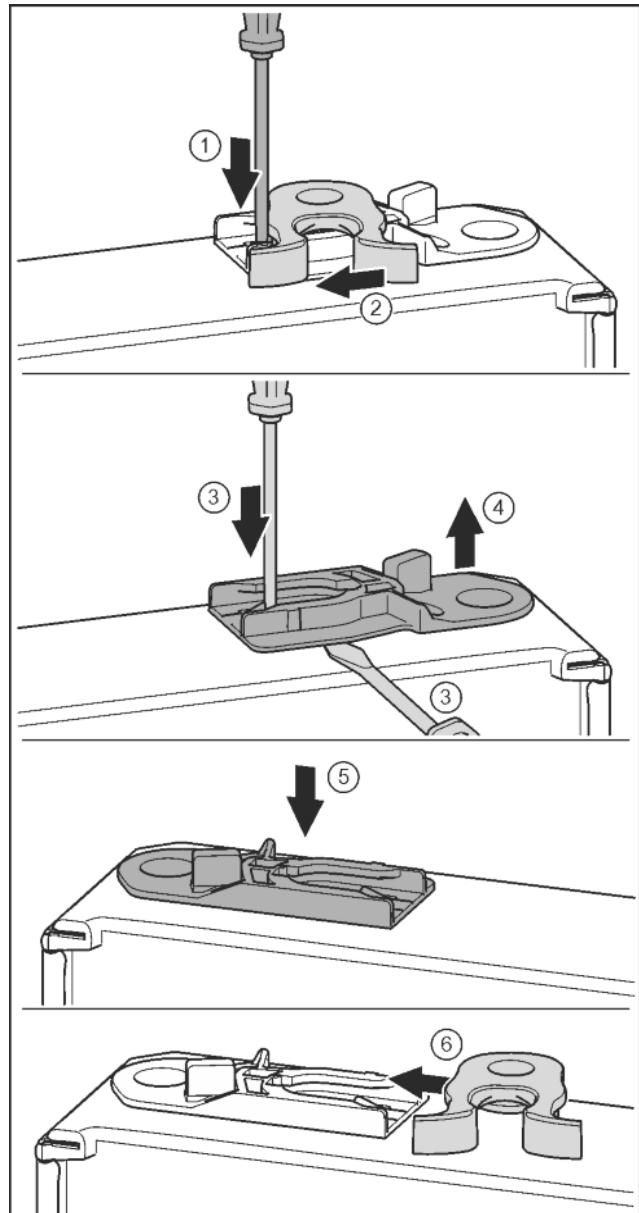

Fig. 19
- За допомогою шліцевої викрутки притисніть униз накладку. Fig. 19 (1)
- Витягніть із напрямної запірний гачок. Fig. 19 (2)
- Витягніть направляюче гніздо: Натисніть шліцевою викруткою накладку і одночасно підведіть її під направляюче гніздо. Fig. 19 (3, 4)
- Направляюче гніздо, що входить до складу поставки, вставити з іншого боку корпуса. Fig. 19 (5)
- Вставте в направляючу запірний гачок. Fig. 19 (6)